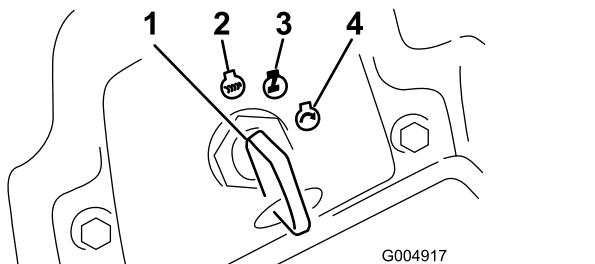

Bild 17
5. Drehen Sie den Zündschlüssel nach rechts in die LAUF-Stellung (Bild 17).
2. Drehen Sie den Zündschlüssel in die AUS-Stellung (Bild 17). Warten Sie, bis alle sich bewegenden Teile zum Stillstand gekommen sind, bevor Sie die Bedienungsposition verlassen.